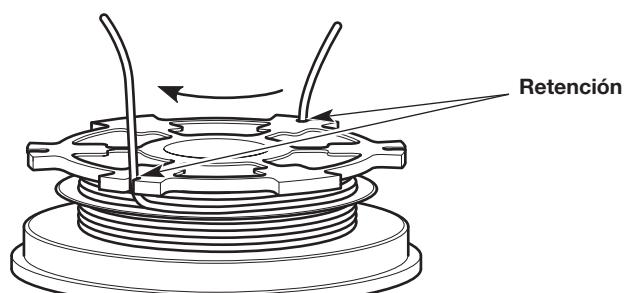

Fig. 21
3. Inserte las dos secciones de 6 pulgadas dentro de las dos ranuras de retención de 0.095 (Fig. 21).
4. Inserte las dos secciones de 6 pulgadas dentro de las dos ranura de retención de 0.095 (Fig. 21).